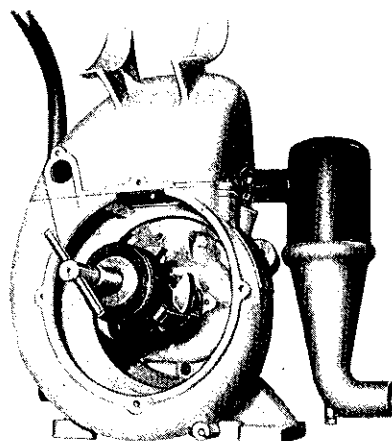

Bild 20. Unterbrechnocken und Starterritzel mit Abzieher für Starterritzel abziehen
9. Unterbrechnocken und Starterritzel mit Abzieher für Starterritzel abziehen (Bild 20).